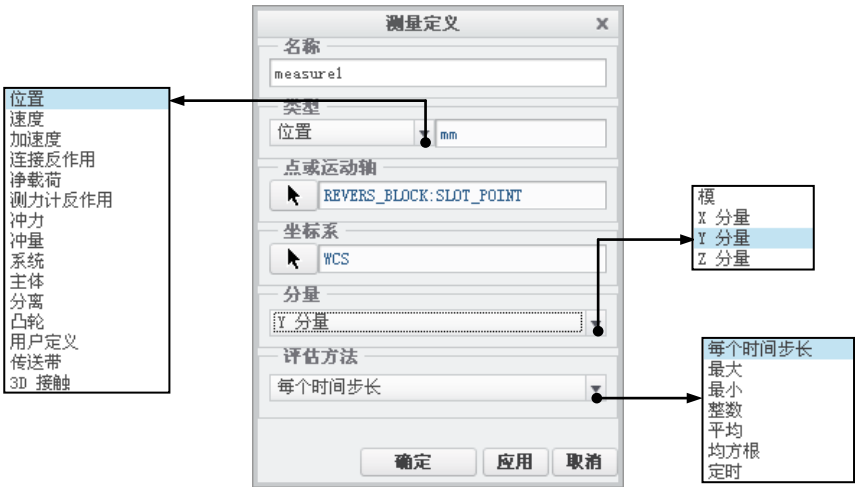

图 9.5.97 “测量定义”对话框
(1) 选择测量的图形类型。在 **图形类型** 下拉列表中选择 **测量对时间** 选项。
(2) 新建一个测量。单击  按钮，系统弹出图 9.5.97 所示的“测量定义”对话框，在该对话框中进行下列操作：